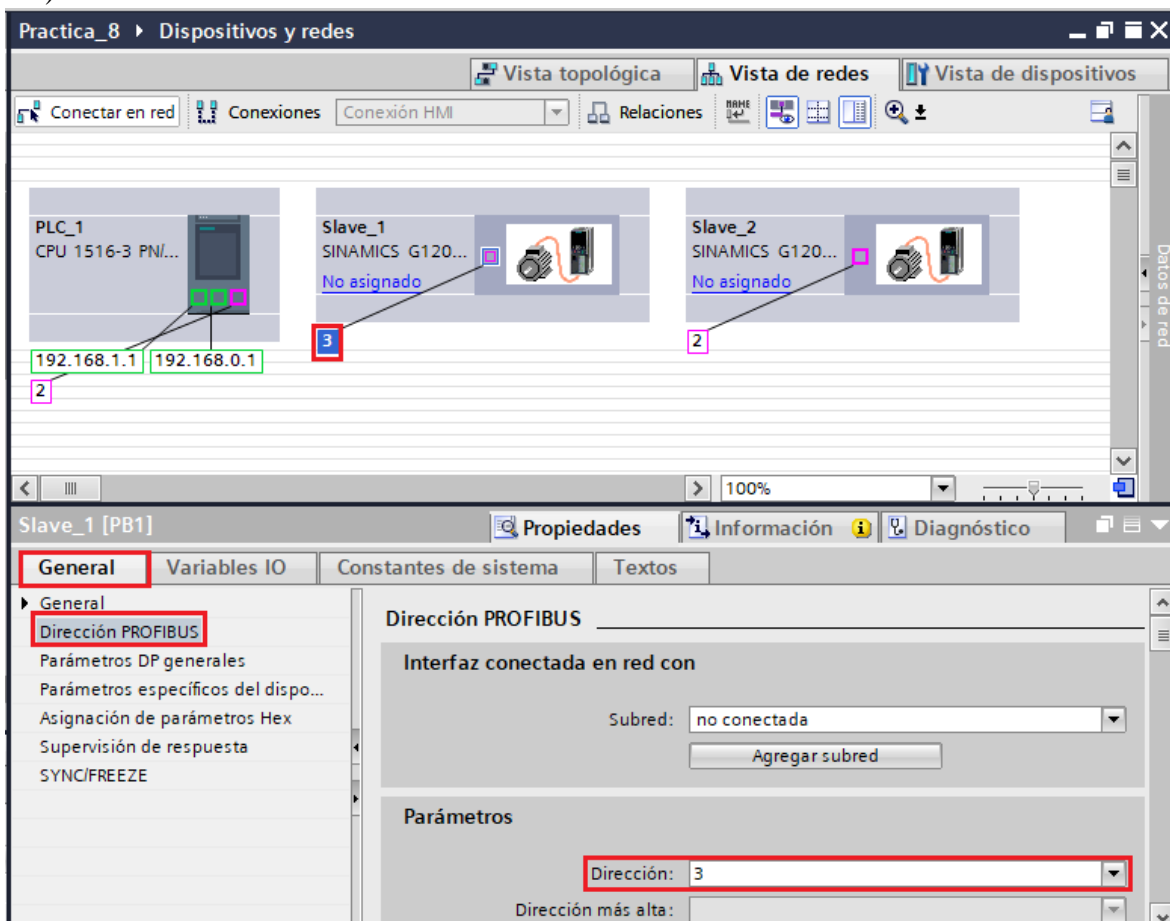

Figura 19: Configuración dirección Profibus.
- Luego en la sección **“Parámetros”** en **“Dirección”** configurar la dirección número **“3”** (ver Figura 19).